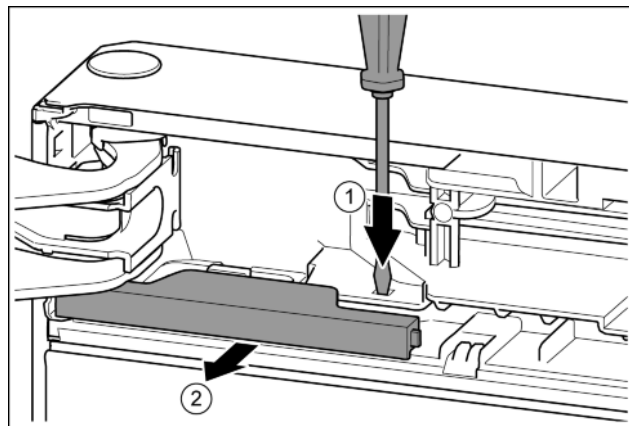

Fig. 11
- ▶ Odvijačem s ravnom glavom pritisnite jezičac. Fig. 11 (1)
- ▶ Izvucite pokrov iz uskočnog zatvarača. Fig. 11 (2)